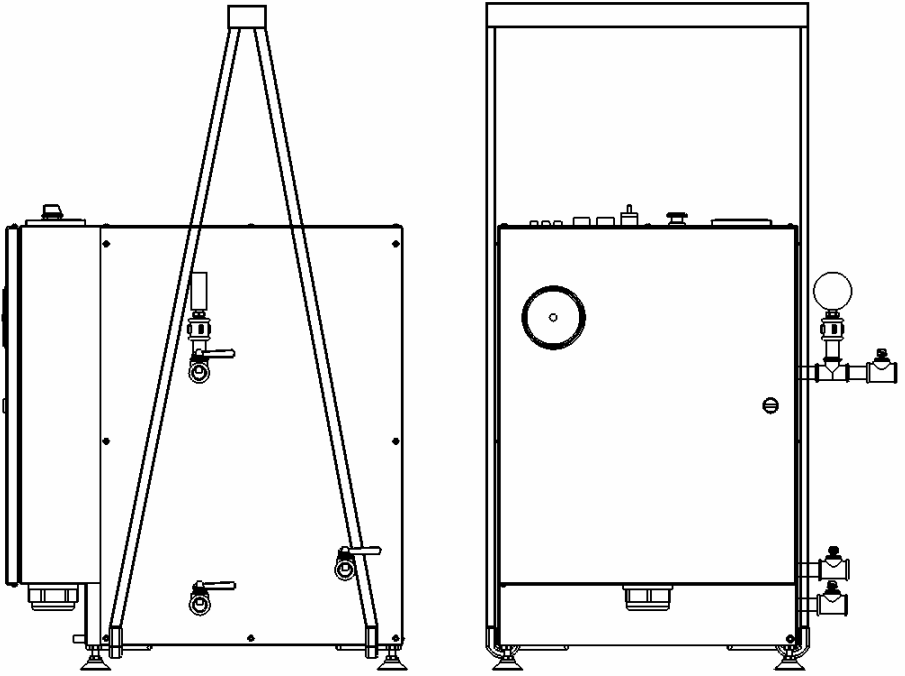

Рисунок 2 - Парогенератор ИПКС-129-50, ИПКС-129-100.
9.4 При погрузке и транспортировании оборудования необходимо соблюдать и выполнять требования манипуляционных знаков на таре и схему строповки (рисунок 2).